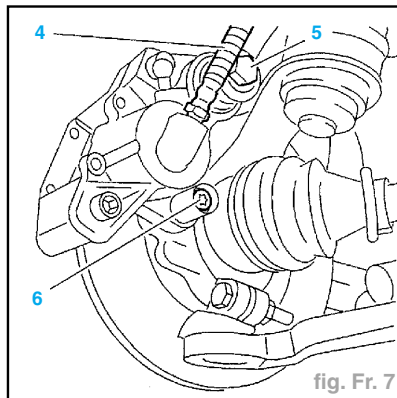

fig. Fr. 7
- Déposer (fig. Fr. 7) :
- le raccord flexible (4) sur l'étrier,
- la vis (5) (vis M12),
- la vis (6) (vis M8),
- Nettoyer les vis de fixation (5) et (6) de l'étrier et enduire leur filetage de produit de freinage "E3" (fig. Fr 7).
- Reposer les vis (5) et (6).
- (5) 10,5 daN.m
- (6) 3,5 daN.m
- Rebrancher le raccord flexible (4) sur l'étrier ainsi que sur la canalisation rigide de frein.